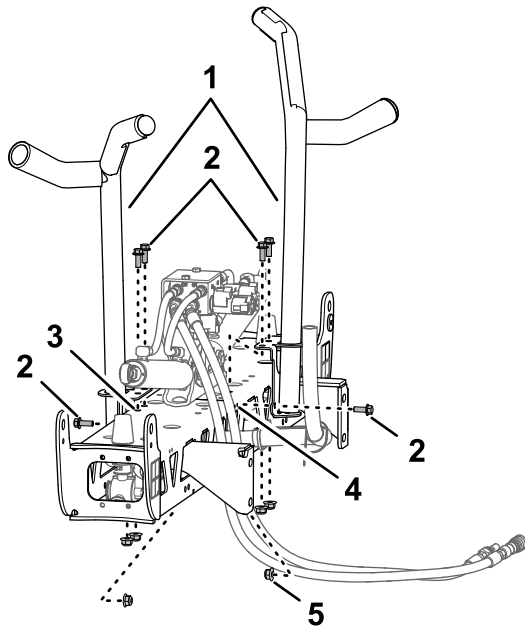
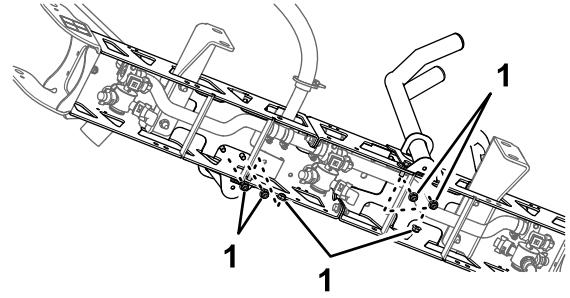

Bild 35
Bild 36
2. Fluchten Sie die Transportgabeln des mittleren Auslegerabschnitts aus (Bild 35).
3. Befestigen Sie die Gabeln mit sechs Schrauben ($\frac{3}{8}$ " x 1") und sechs Sicherungsbundmutter ($\frac{3}{8}$ ") am Auslegerabschnitt (Bild 35 und Bild 36).